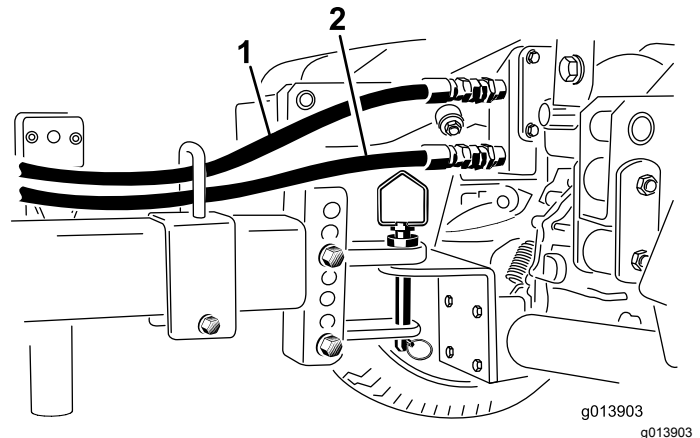

Bild 28
3. Stecken Sie den Schnellverbinder des Rücklaufschlauchs (der Schlauch mit dem Pfeilaufkleber) in den oberen Schnellverbinder des Fahrzeugs (Bild 28).
4. Stecken sie den Schnellverbinder des Druckschlauchs in den unteren Schnellverbinder des Fahrzeugs (Bild 28).